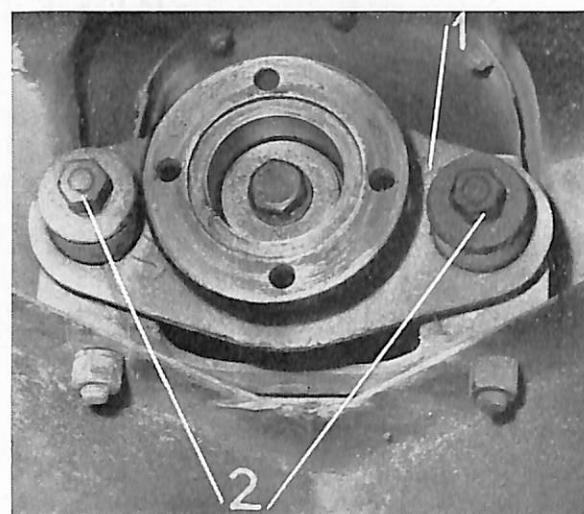

Bild 3. Stödlagrets upphängning, tid. utf.
Sedan bakre kardanaxeln demonterats kan den främre tagas bort. Två olika utföranden av upphängningen för stödlagret finns (se bild 3—5) varför demonteringen blir något olika på de olika vagnarna.
Lossa de två muttrarna (2) som håller lagerhuset (1), se bild 3.